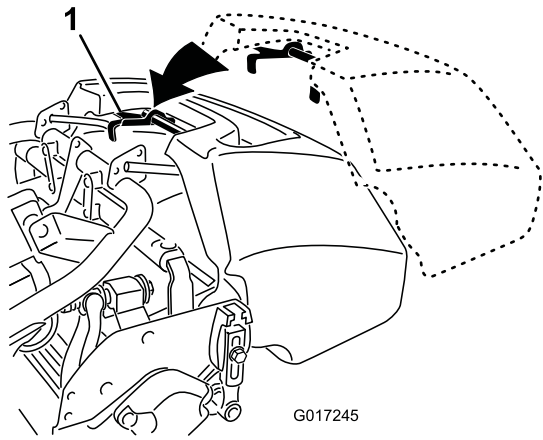

図 17
1. バスケットのハンドルをつかむ (図 17)。
2. バケットのリップ部をカッティングユニットの左右のサイドプレートの中央部に合わせて前ローラの上にセットする (図 17)。
3. フレームループの上からバスケットを取り付ける (図 17)。